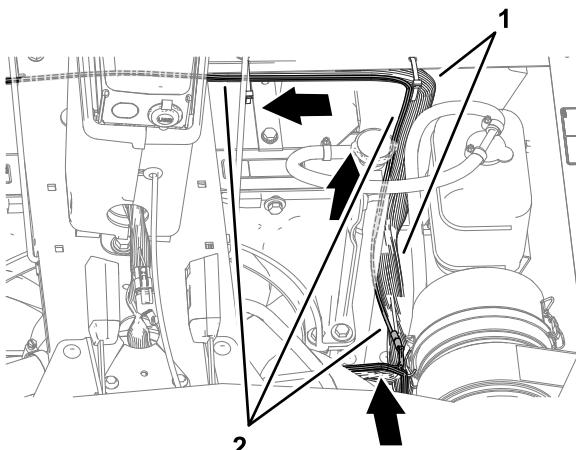

Figure 72
2. Au niveau du compartiment moteur, acheminez la branche du faisceau avant comportant les connecteurs à borne à douille et à cosse annulaire vers le haut, le long du faisceau de la machine (Figure 72).